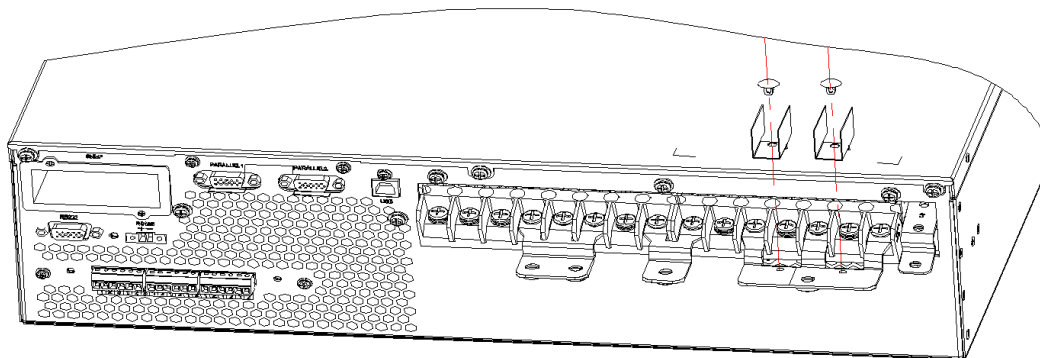

Рисунок 24. Установка изоляционной планки
3. Установите изоляционную планку (аксессуар) на медную перемычку No.5 (рисунок 24.), и зафиксируйте пластиковой заклепкой, как показано на рисунке 25.